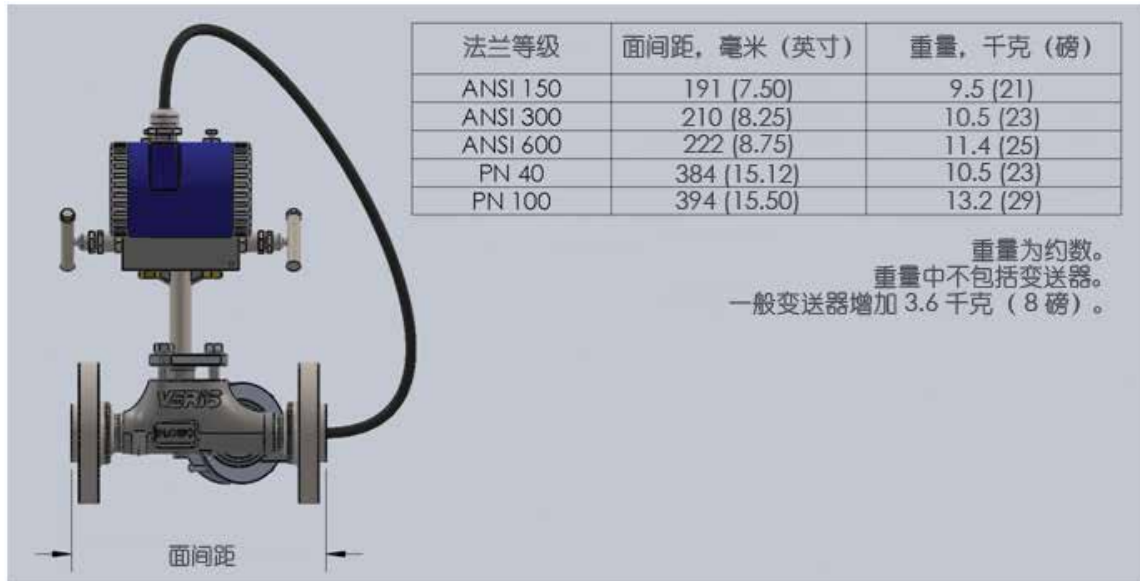

图 3: 面间距和重量
- 拆下一节管道，其大小应足够容纳对应型号的艾伯特®流量计的产品法兰面间距（如图 3 所示）。
- 将艾伯特®固定在已按图 3 所示尺寸准备就绪的排空管道上。确保艾伯特®的流向箭头与管道内流体流向一致。如果艾伯特®的安装方向不正确, 则可能会导致流量测量结果较差且精度降低。